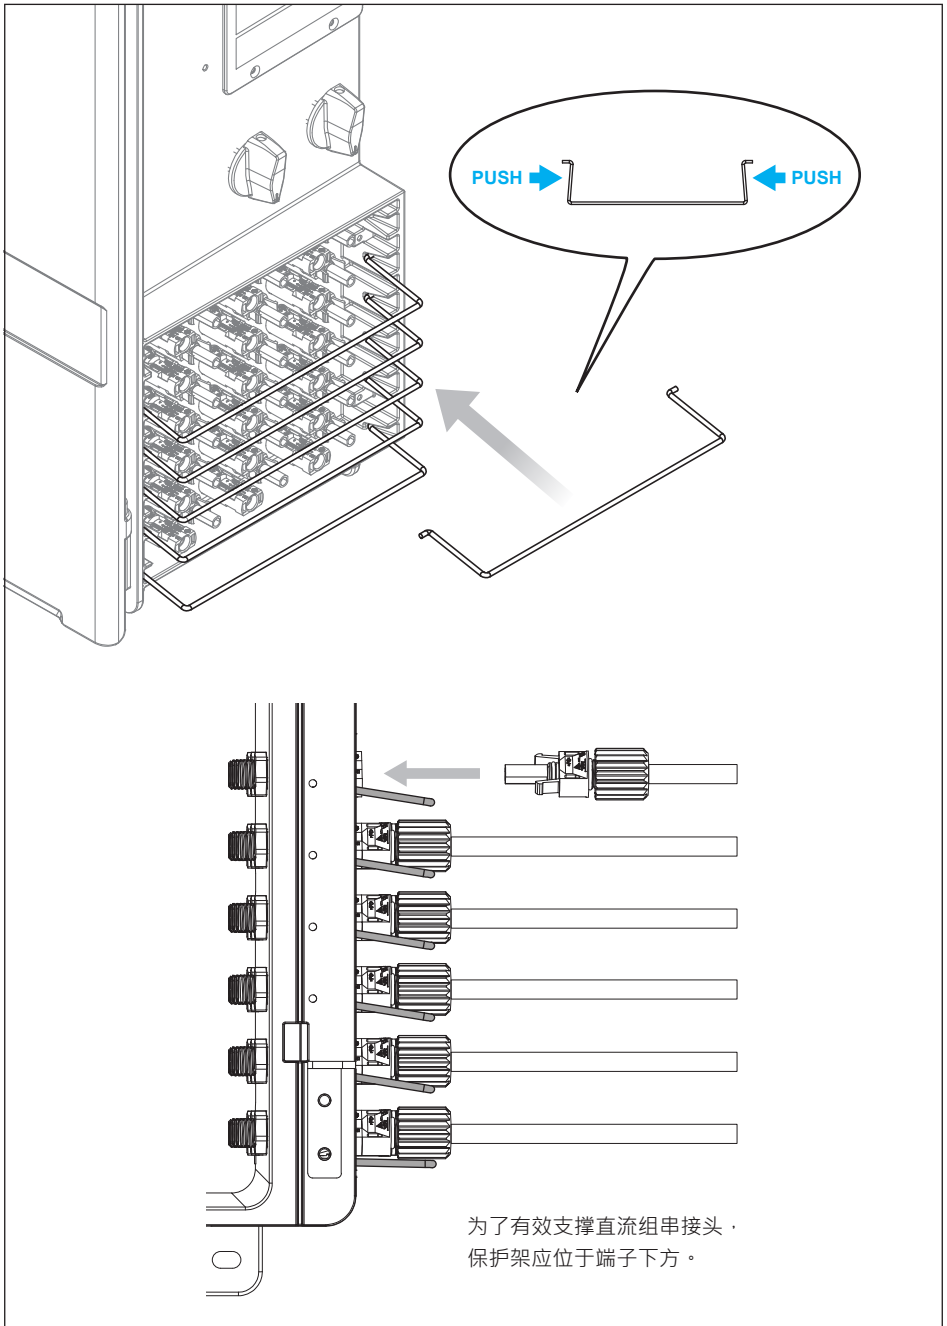

图 3-18：保护架安装说明
- 安装直流接线后，插入直流接头专用的保护支撑架，方法如图3-18所示。